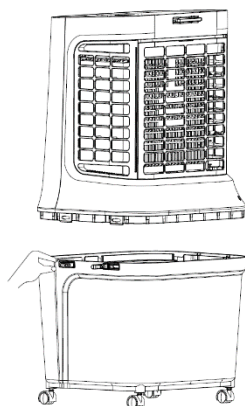

Fig. 3
2. Versez lentement de l'eau dans le réservoir d'eau (voir figures 3 et 4).